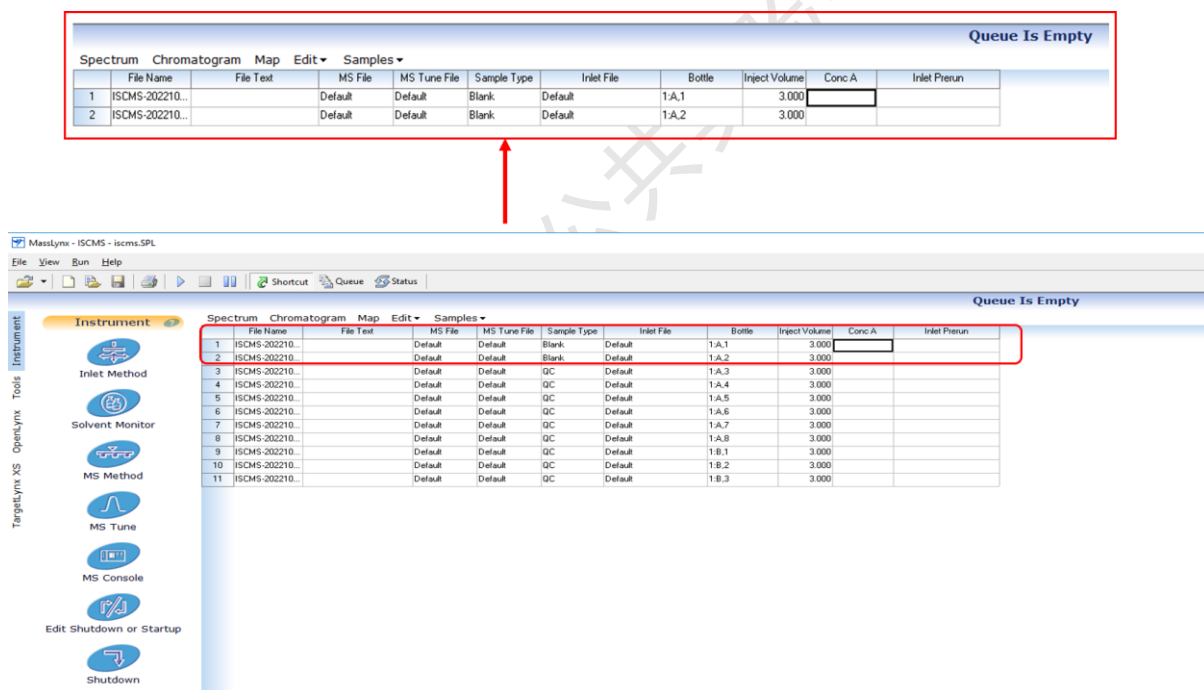

图 6-22
Step1. 回到 Masslynx 主界面, 打开个人进样列表或者新建进样列表 (图 6-22)。进样列表每一行序列共包含: 序列编号, File name, File text, MS File, Inlet File, Bottle, Inject
Step1. 如图 6-22, 在 Masslynx 操作界面主页, 选中 File Name 下方空格, 双击至显示光标, 即可输入文件名。